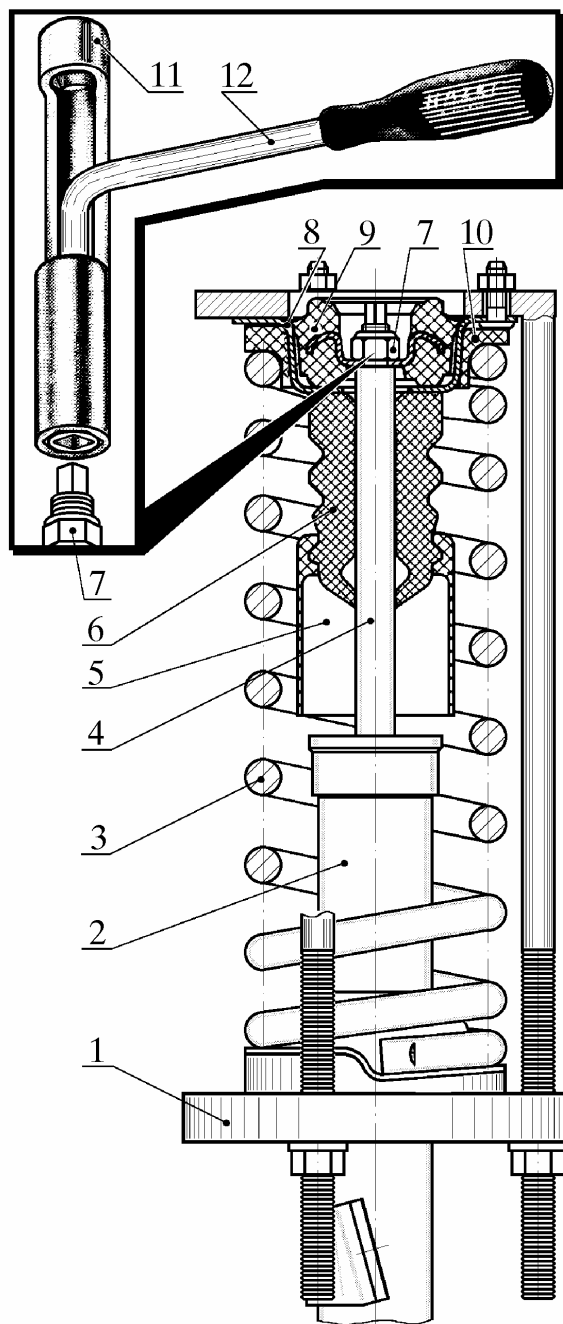

Рис. 11. Разборка пружинной стойки:
5.5. Установить приспособление 1 (рис. 11) на пружинную стойку, как показано на рисунке.